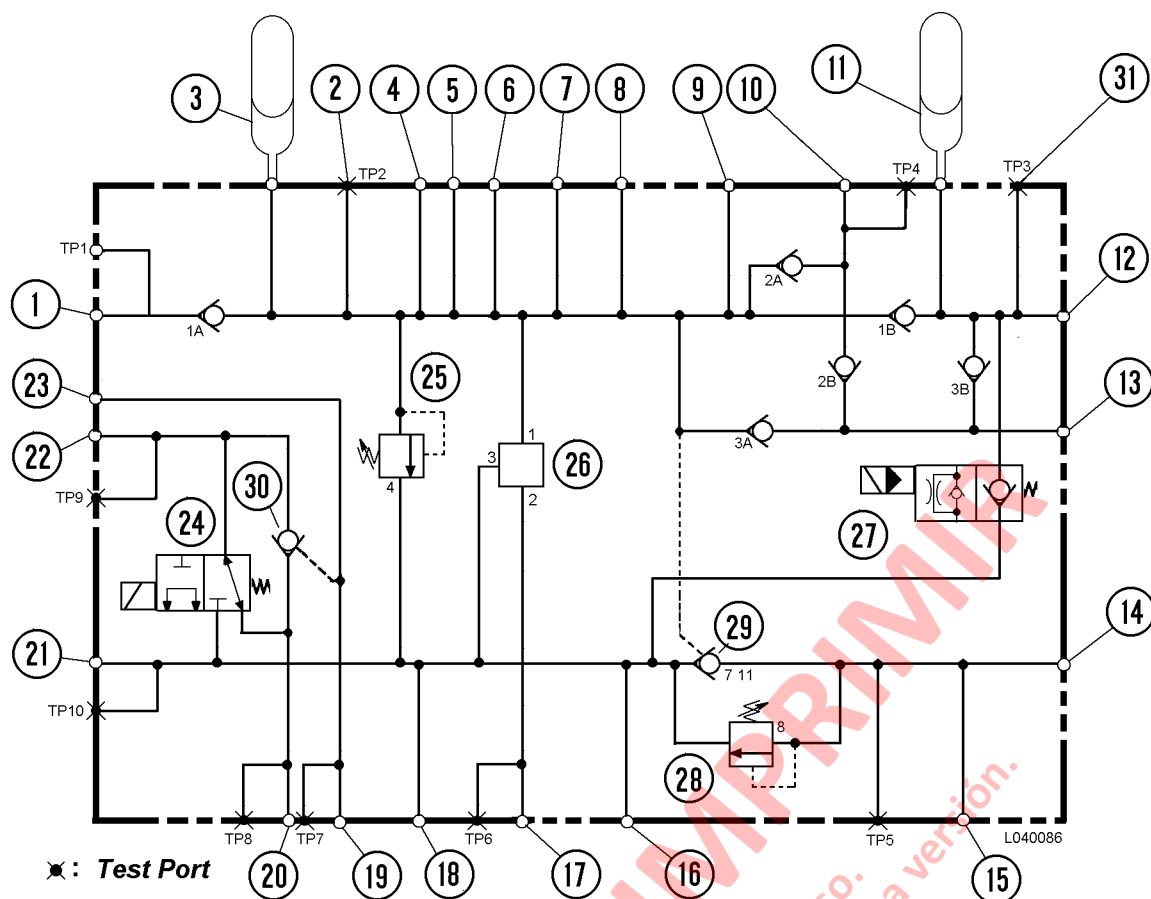

FIGURA 4-5. ESQUEMA DEL MÚLTIPLE DE PURGA
La línea de presión piloto (19) de descenso abre la válvula de retención accionada por piloto (30, Figura 4-5) para que el aceite en el puerto de elevación evite la solenoide de límite de elevación (24) durante el descenso inicial, mientras el interruptor de límite de elevación acciona la solenoide.